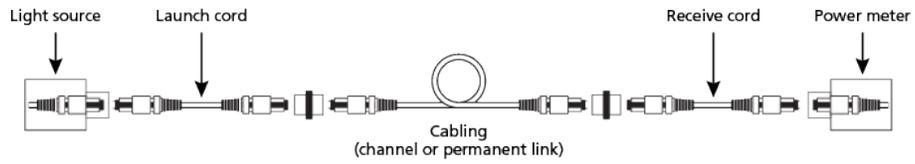

Figura 16. Realice la medición
2. Reinstale el cable de reemplazo con el cableado bajo comprobación usando los adaptadores conectados al cableado (ver figura 16).